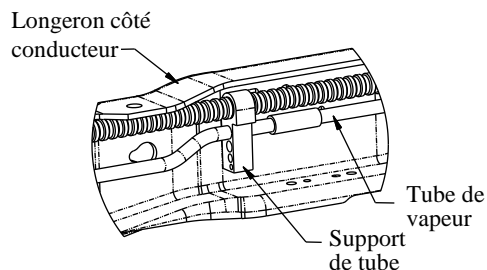
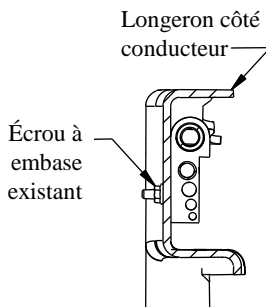

Figure 1a
Figure 1b
2. **Sur les véhicules à moteur gaz seulement.** Le tube de vapeur qui court sur l'intérieur du longeron côté conducteur doit être repositionné avant de poser le support côté conducteur. Voir la Figure 1a. Enlever l'écrou à embase de l'extérieur du cadre et le conserver pour usage ultérieur. Voir la Figure 1b. Faire pivoter les tubes vers le haut et de façon à libérer l'accès. Poser le support en L (7) à l'aide de la visserie 1/4" (4)(5)(6), comme illustré à la Figure 1c. Serrer le support en L (7) contre le cadre, mais laisser du jeu au porte-tube pour faciliter la pose du support.